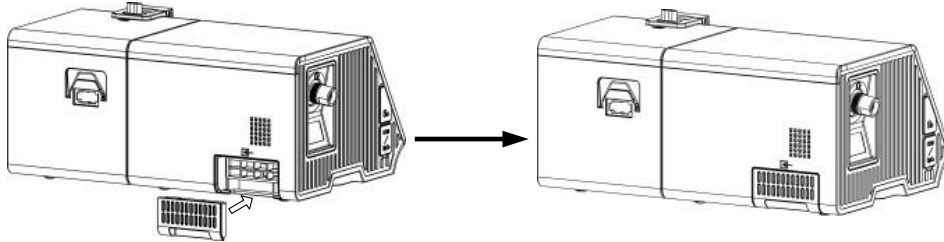

Fig. 11-2
(2) Hava filtresini içeren filtre kapağını Fig.11-2'de gösterildiği gibi cihaza takın.